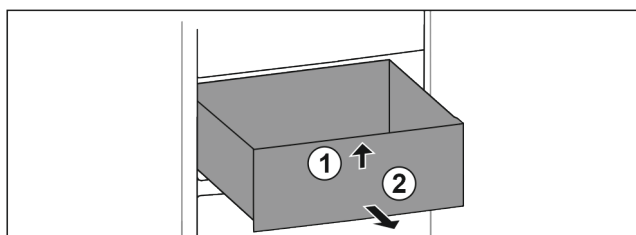

Fig. 78
- Løft skuffen foran. Fig. 78 (1)
- Ta ut skuffen framover. Fig. 78 (2)